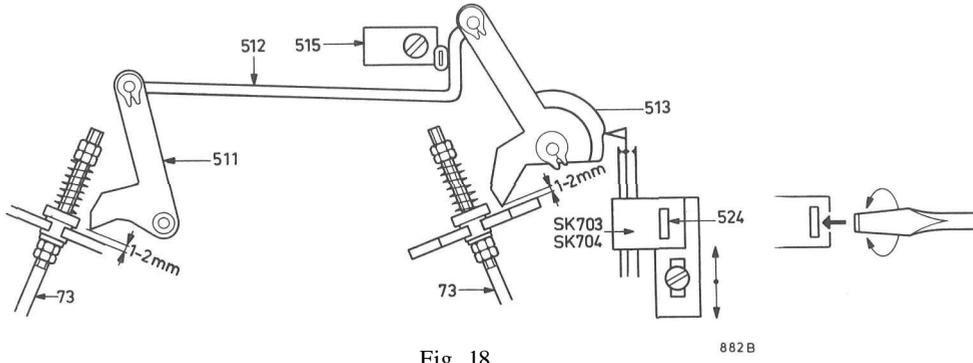

Fig. 18
4. "Cueing" - Tasten (siehe Abb. 18)